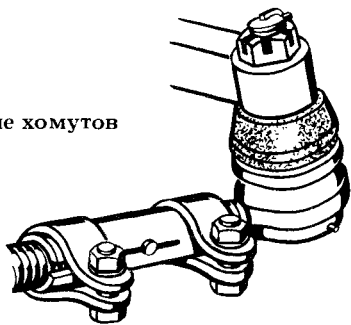

Рис. 140. Положение хомутов
- после окончания регулировки повернуть хомуты в положение, указанное на рис. 140, затянуть стяжные болты хомутов моментом 1,5–1,8 даН·м (1,5–1,8 кгс·м).